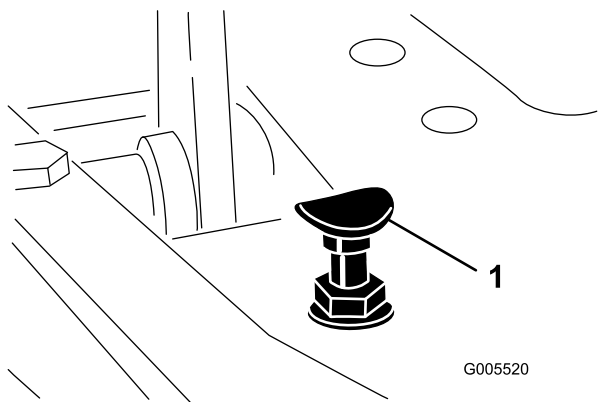

图40
要获得最大行驶速度，请将功能控制杆放在行驶位置，并踩下驱动踏板。如果在拉线感到张紧力之前，踏板接触到限位器（图40），请执行以下调节程序：
1. 将功能控制杆放在行驶位置，松开将踏板限位器固定至底板上的锁紧螺母（图40）。